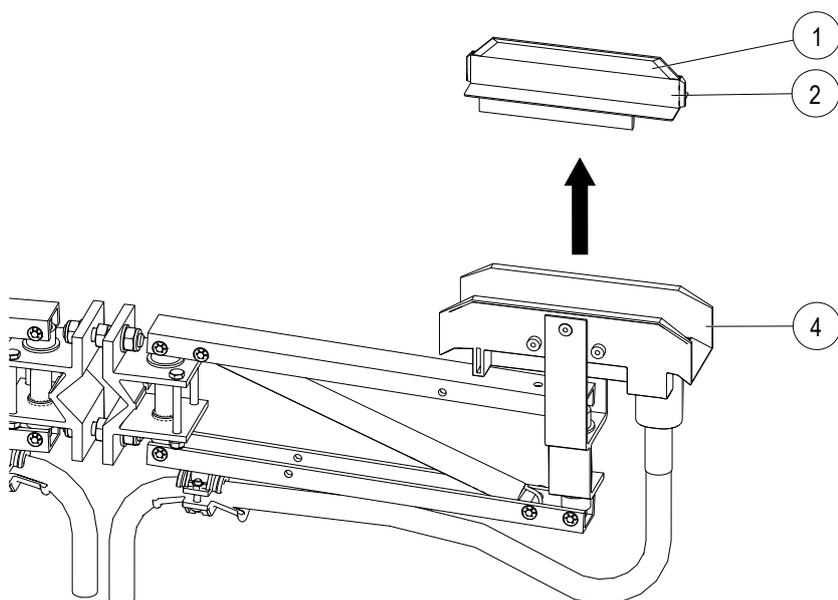
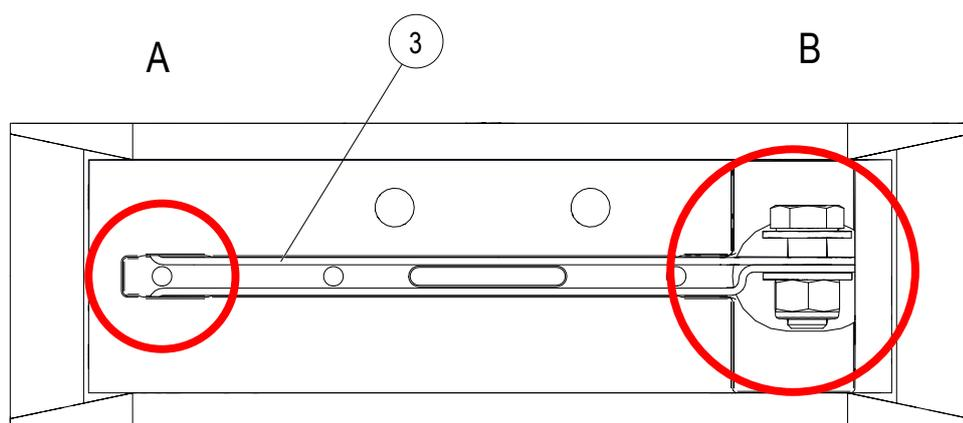
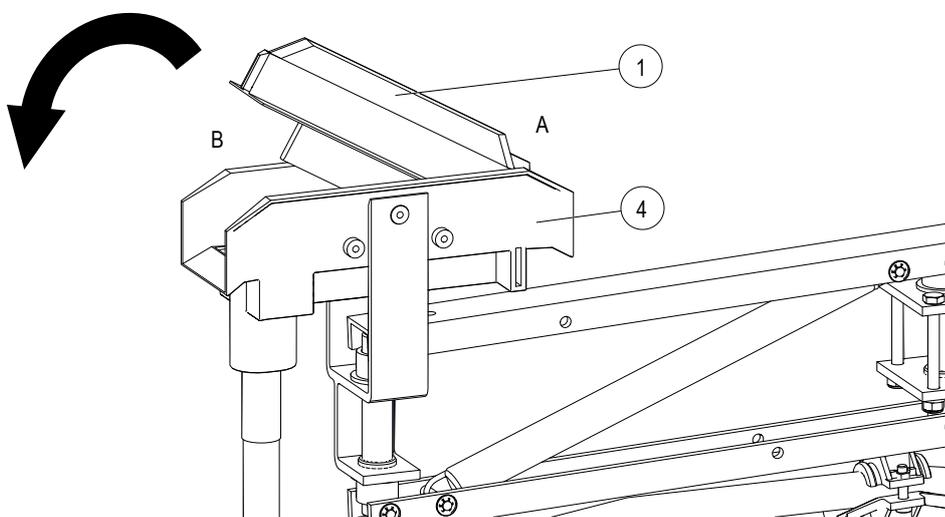

Fig. 121 : Retirer le contact de glissement (pos. 1) et son isolation en plastique (pos. 2)
Fig. 122 : Côté le plus ouvert (A) et côté le plus étroit (B) de la plaque de contact (pos. 3)
Fig. 123 : Encoche du contact de glissement du côté du rail
Pour changer le contact de glissement (pos. 1) (voir Fig. 121), procéder comme suit :
- Tenir la tête du capteur de courant et, à l'aide d'une pince multiprise, extraire le contact de glissement (pos. 1) avec son isolation en plastique (pos. 2). Commencer l'extraction par le côté le plus ouvert (= côté A dans la Fig. 122) de la plaque de contact (pos. 3) (voir Fig. 121 et Fig. 122).
- Nettoyer la zone située sous l'isolation en plastique (pos. 2), surtout la surface de contact de la plaque de contact (pos. 3) (voir Fig. 122).
→ Enfoncer à la main le nouveau contact de glissement avec son isolation en plastique dans l'isolation du contact de glissement (pos. 4) (voir Fig. 123). Commencer par le côté le plus ouvert de la plaque de contact (côté A de la Fig. 122) et insérer ensuite complètement le contact de glissement en le faisant tourner. Lors de l'enfoncement, ne pas utiliser d'outils (comme un marteau par exemple), car cela risquerait d'endommager les surfaces de contact du contact de glissement. Les points suivants doivent être respectés lors de la mise en place :
- L'encoche du contact de glissement (pos. 1) doit se trouver du côté du rail (côté B) (voir Fig. 123).